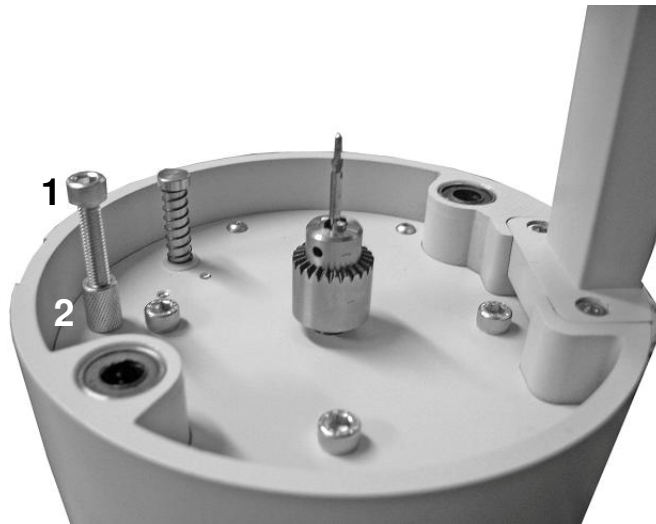

Fig. 1 / Abb. 1
Para regular la profundidad de perforación de la broca, extraiga el tornillo (1) que hace de tope y fije su posición con la tuerca (2) (Fig. 1).
1. Retire la mesa porta modelos (Fig. 1).